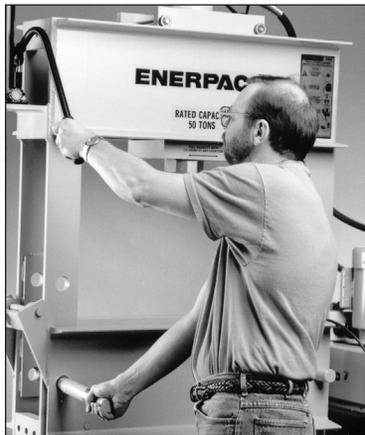

Figura 7
7. Bombeo el gato de elevación del banco hasta que el pasador de banco restante se afloje. Consulte la Figura 7.